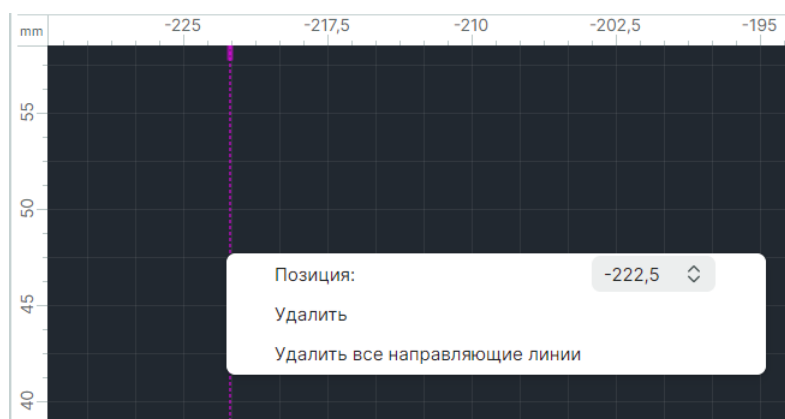

Рис. 239 Настройка направляющей линии
2. В отобразившемся окне «Направляющая линия» выберите необходимое действие, см. Рис. 239: